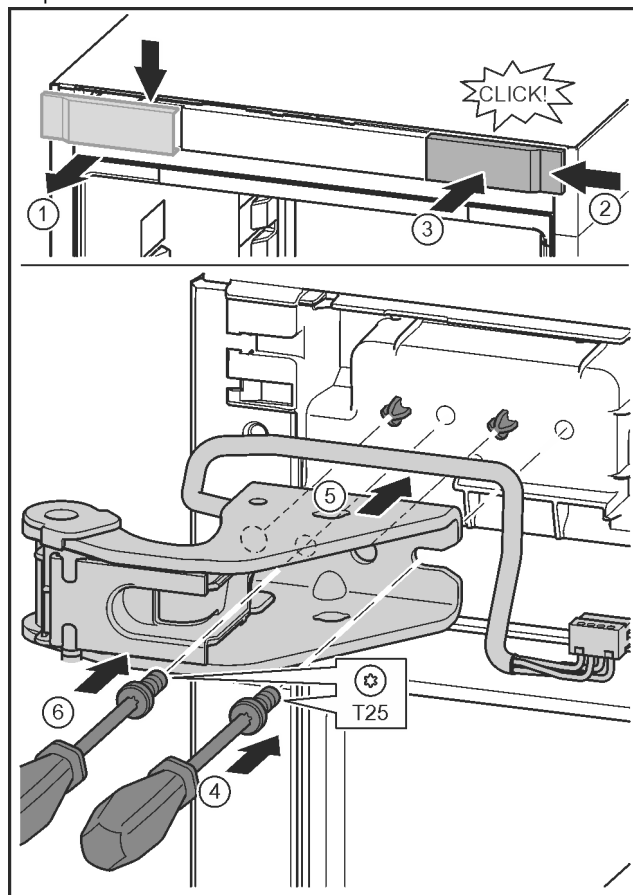

Fig. 28
- ▶ Отпустить крышку и снять сбоку. Fig. 28 (1)
- ▶ Навесить крышку, повернув ее на 180°, справа с другой стороны. Fig. 28 (2)
- ▶ Крышку зафиксировать. Fig. 28 (3)
- ▶ Установить винт отверткой T25. Fig. 28 (4)
- ▶ Установить верхний опорный кронштейн. Fig. 28 (5)
- ▶ Затянуть винт. Fig. 28 (4)
- ▶ Вставить и затянуть винт отверткой T25. Fig. 28 (6)